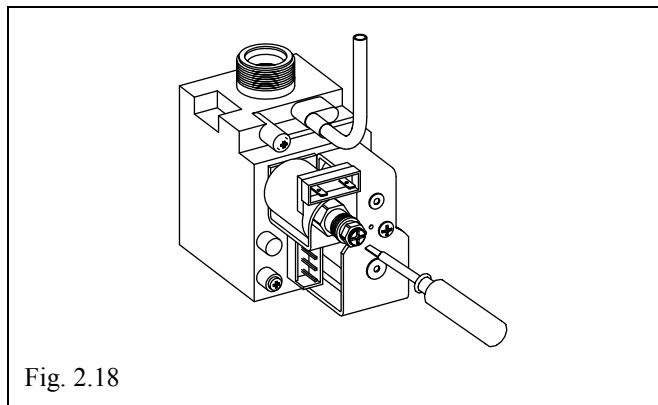

Fig. 2.18
- con un cacciavite piano, facendo attenzione a non premere l'alberino interno, agire sulla vite rossa di regolazione del minimo sanitario (FIG. 2.18) e tarare fino a leggere sul manometro il valore indicato in *APPENDICE D - TABELLA PRESSIONI GAS, PAG. 95*;